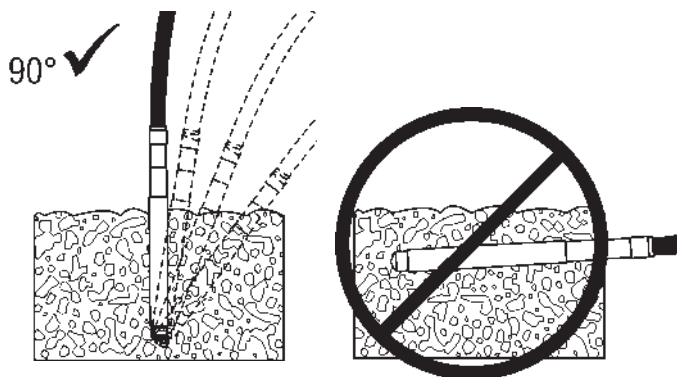

FIGURA 23.
■ Debido a que las vibraciones más potentes se generan en la punta del cabezal y disminuyen hacia la parte superior, no se obtiene ningún incremento en el efecto vibrador si el cabezal al vibrar el concreto se coloca en posición horizontal. Figura 23.